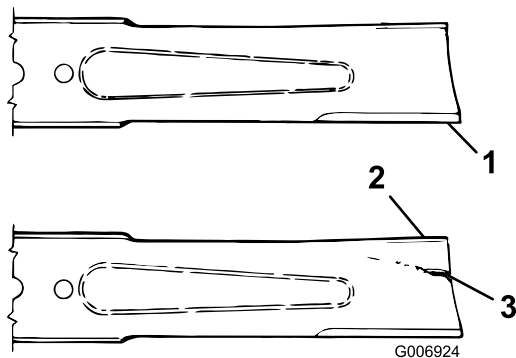

Figure 66
3. Examinez attentivement les tranchants de la lame, particulièrement au point de rencontre des parties plane et relevée (Figure 66).
4. Remplacez la lame si elle est usée (Figure 66) ; voir Entretien du plan de la lame (page 54).